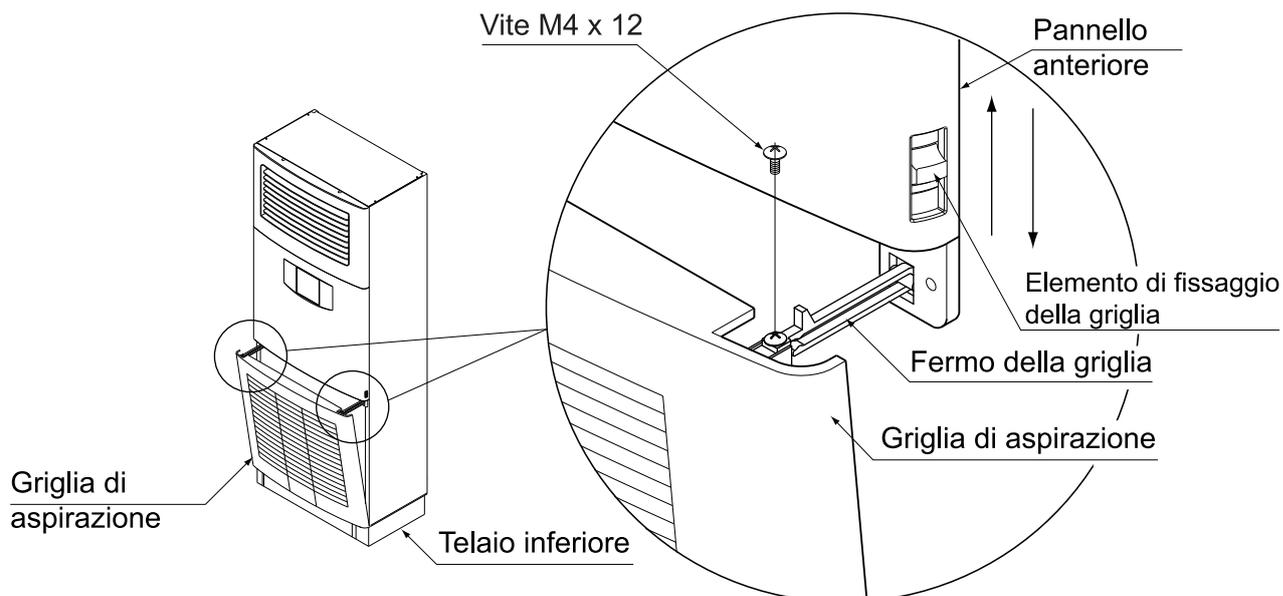

Fig. 41
2. **Montare il fermo della griglia (pannello frontale) nella scanalatura posta sulla griglia d'aspirazione e con una vite bloccare verso il basso la griglia nella sua posizione originale. (Fare riferimento alla Fig. 41)**
3. Controllare che l'elemento di fissaggio della griglia sia sollevato, quindi chiudere la griglia di aspirazione. Dopo avere chiuso la griglia, abbassare il relativo elemento di fissaggio. (Fare riferimento alla Fig. 41)